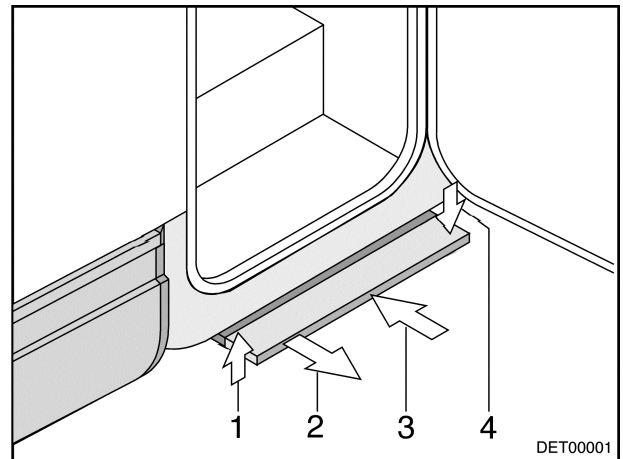

Bild 1 Mechanisch bedienbare Eintrittstufe
- Stufe leicht anheben (Bild 1,1).
- Stufe nach vorn ziehen (Bild 1,2), bis sie einrastet.
- Stufe bis zum Anschlag unter den Fahrzeugboden (Bild 1,3) schieben. Darauf achten, dass die Stufe einrastet (Bild 1,4)!